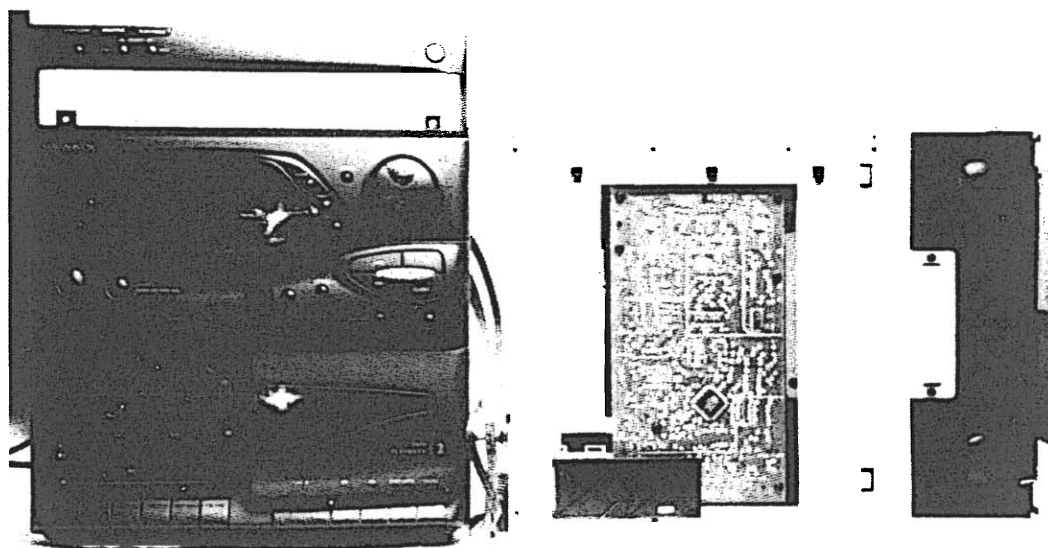

fig 1
2. Conecte um "clip" de papel no cabo "flexfoil" do novo CDM para curto-circuito os vários terminais (fig. 1)